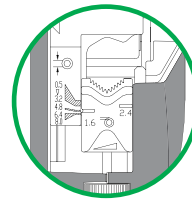

Figure 19
- Retirer le capuchon et insérer l'embout sur le galet (cf. Figure 19)